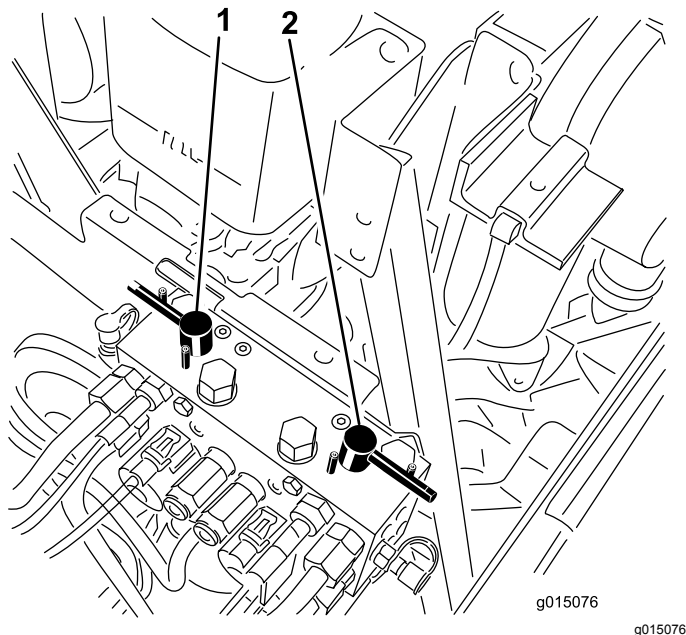

Figure 83
4. Sélectionnez les leviers de rodage avant, arrière ou les deux pour déterminer les unités qui doivent être rodées (Figure 83).